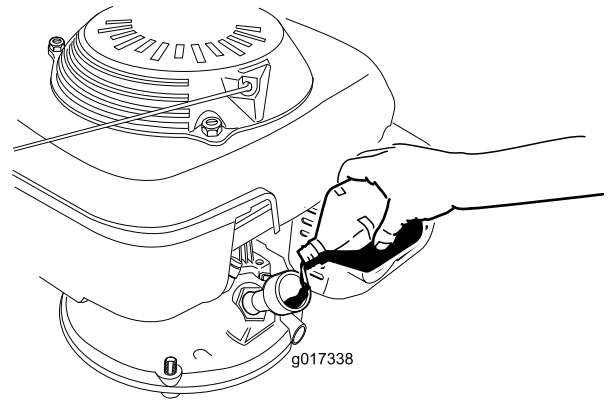

図 7
3. **ゆっくりと** 補給穴からオイルを入れ、3分間待つてからきれいに拭いたディップスティックを差し込み、**但しねじ込まないように**して穴の奥まで入れる 図 7。